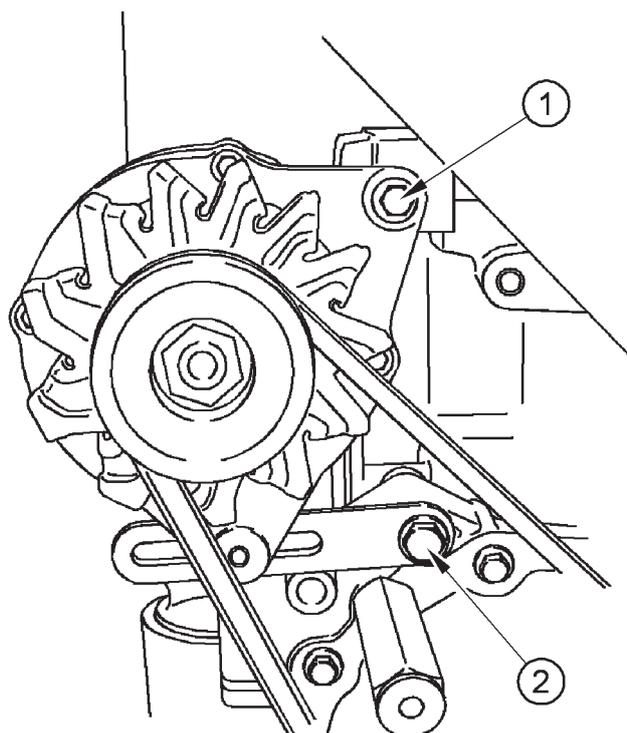

Figura 11
1. Allentare il dado e il bullone (figura 11 voce 1).
Allentare il dado e il bullone (figura 11 voce 2).